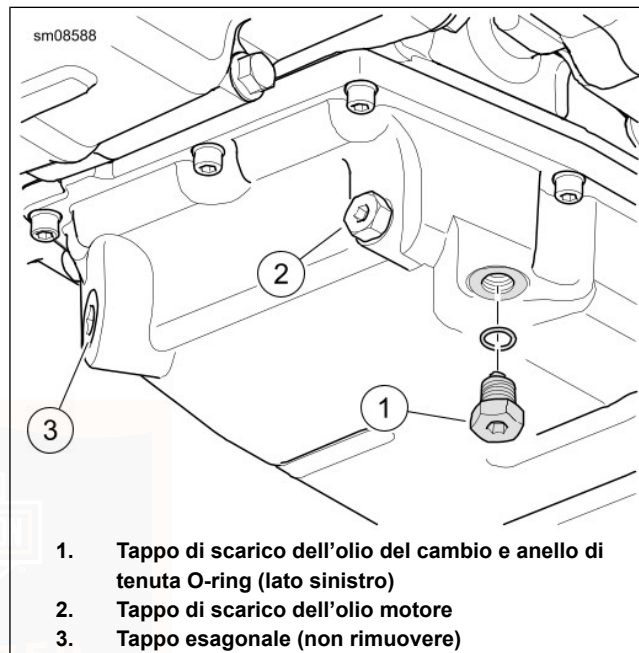

Figura 65. Scarico del cambio
2. Vedere Figura 65. Rimuovere il tappo di scarico dell'olio del cambio. Vuotare il cambio.